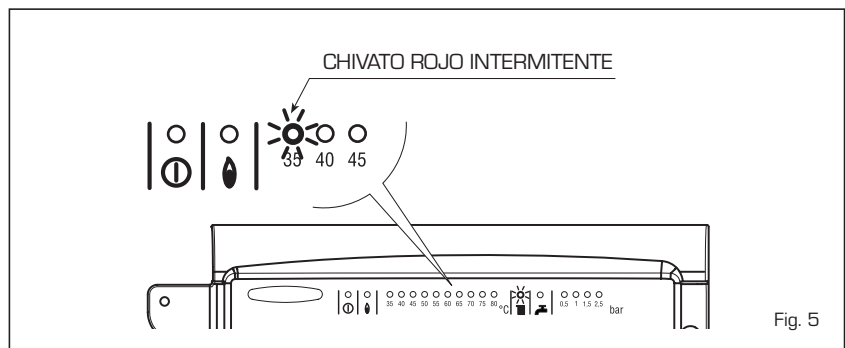

Fig. 5
– Actuación termostato de seguridad/humos (fig. 5)